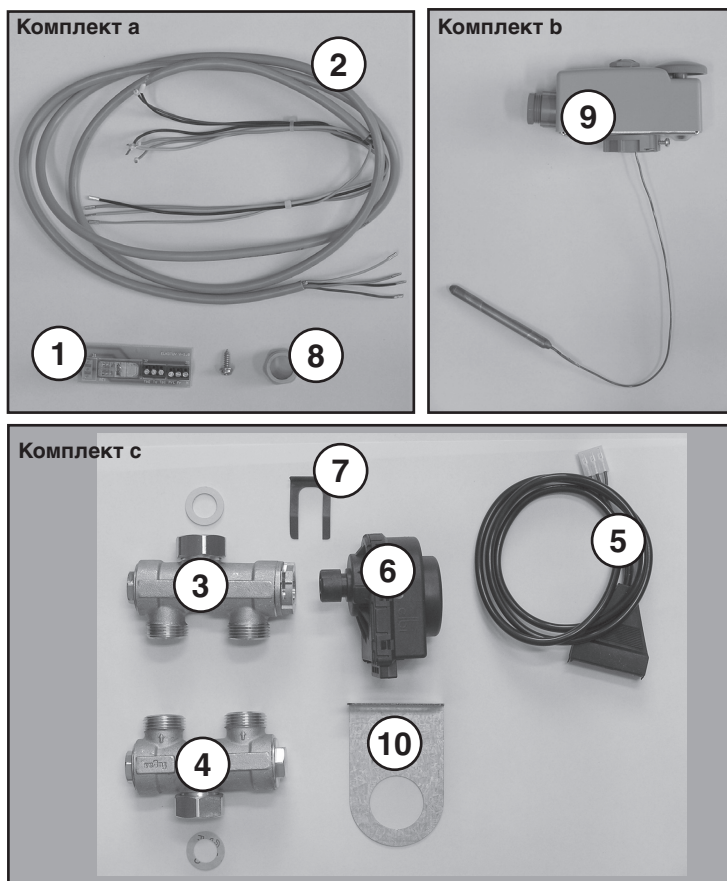

рис. 1
2. На выход отопляющей воды из котла установите запорный вентиль. Затем установите механическую часть 3-ходового механического клапана (рис. 1, поз. 3) так, чтобы управляющий клапан был направлен вправо.